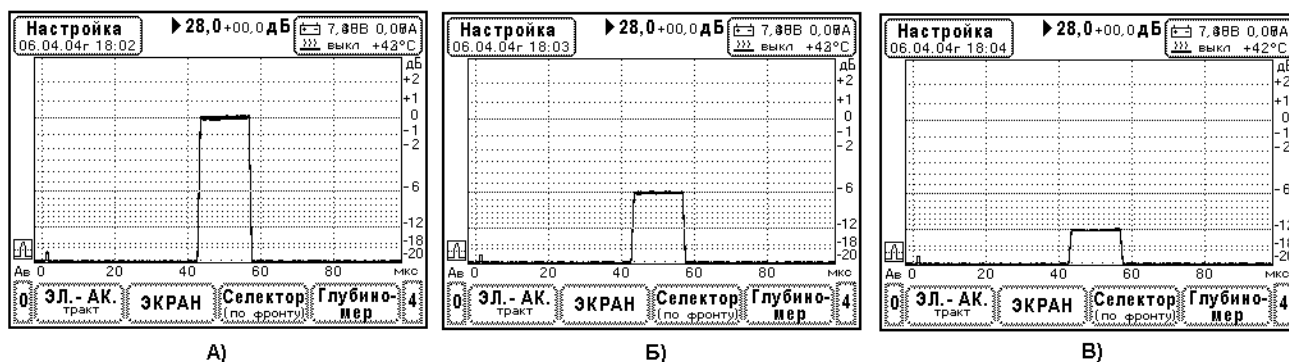

Рис.10.6.6.1. Определение параметров амплитудной характеристики приемного тракта дефектоскопа.
Поверка параметров амплитудной характеристики дефектоскопа УД9812 производится в режиме отображения детектированных сигналов. Используется схема измерений Рис. 10.6.4.1. Вначале амплитуда тест-сигнала настраивается на стандартный уровень дефектоскопа (0 дБ разметки экрана), затем с помощью образцового аттенюатора производят установку тест-сигнала на уровни $+3$ дБ, -6 дБ, -12 дБ и -20 дБ экрана дефектоскопа, считывают ослабление аттенюатора и определяют погрешности амплитудной характеристики. Вид тест-сигнала при определении погрешностей амплитудной характеристики показан на Рис.10.6.6.1.
3. Настройка амплитуды тест сигнала на стандартный уровень дефектоскопа. В меню «Экран», регулируя усиление прибора, установите амплитуду тест-сигнала на уровень 0 дБ по разметке экрана - Рис.10.6.6.1.А. Если необходимо, проведите точную настройку с помощью ручки «амплитуда» генератора сигналов Г4-102. Зафиксируйте ослабление аттенюатора Кст [дБ].